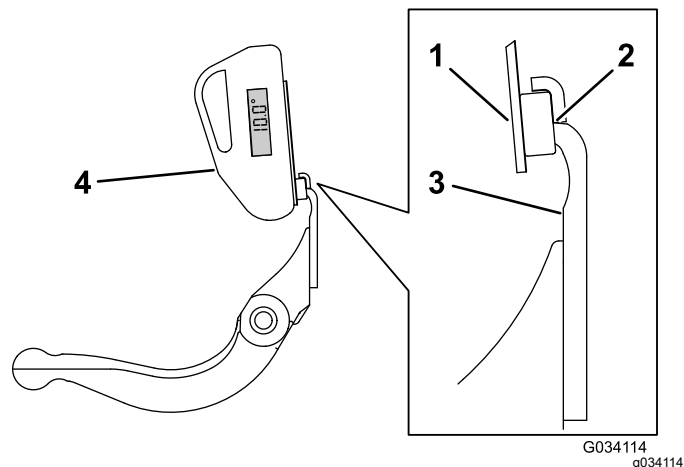

Рисунок 36
3. Установите крепление индикатора угла на кромке неподвижного ножа так, чтобы кромка магнита совпала с кромкой неподвижного ножа (Рисунок 36).
4. Установите индикатор угла на крепление, как показано на Рисунок 36.